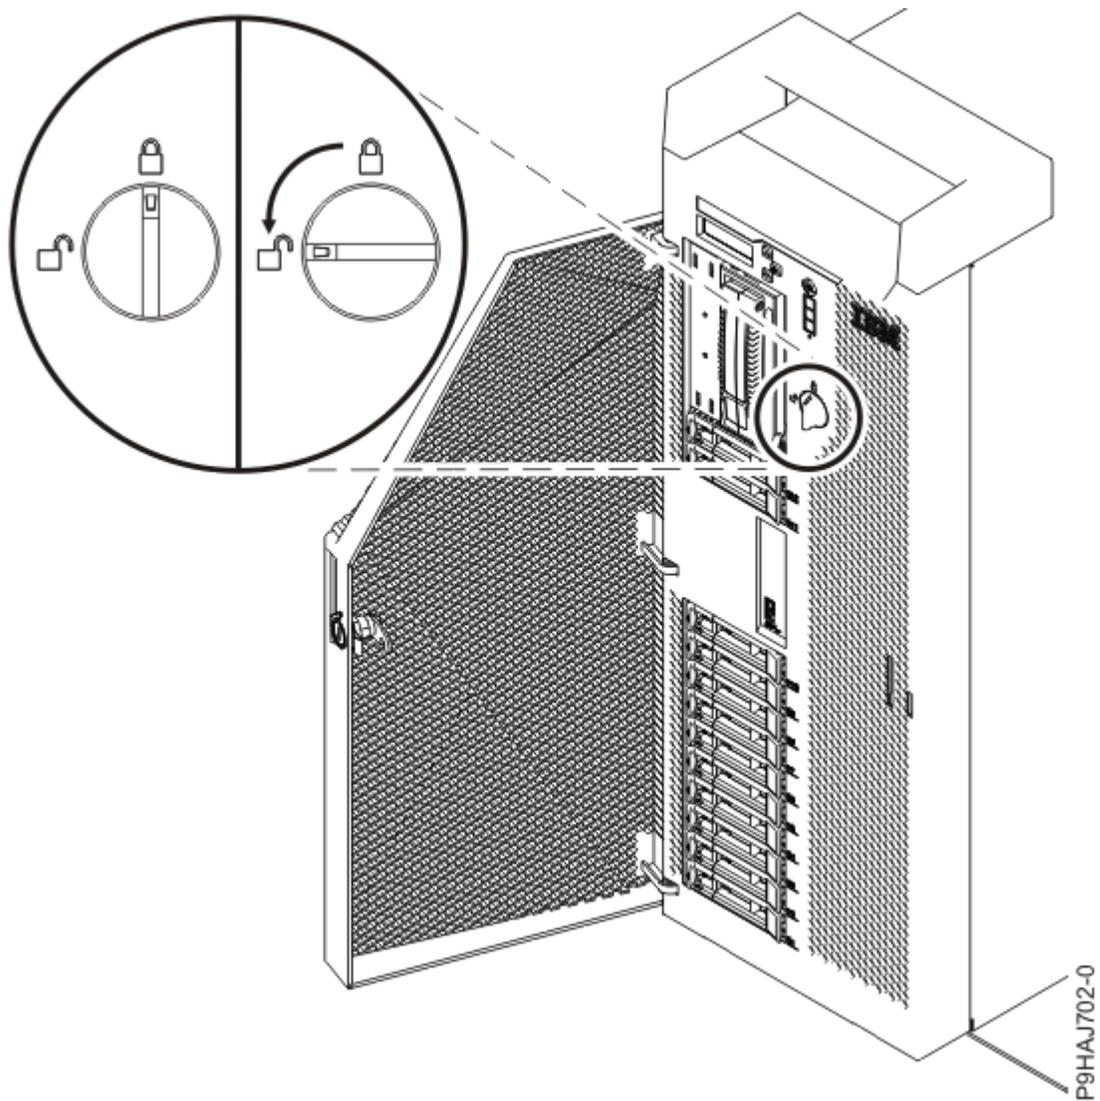

Figura 100. Apertura del pestillo de la cubierta frontal
- c) Gire el pestillo de la cubierta hacia la izquierda (en sentido contrario a las agujas del reloj) para desbloquear la cubierta, tal como se muestra en la Figura 100 en la página 107. En posición vertical está bloqueada, en posición horizontal está desbloqueada.